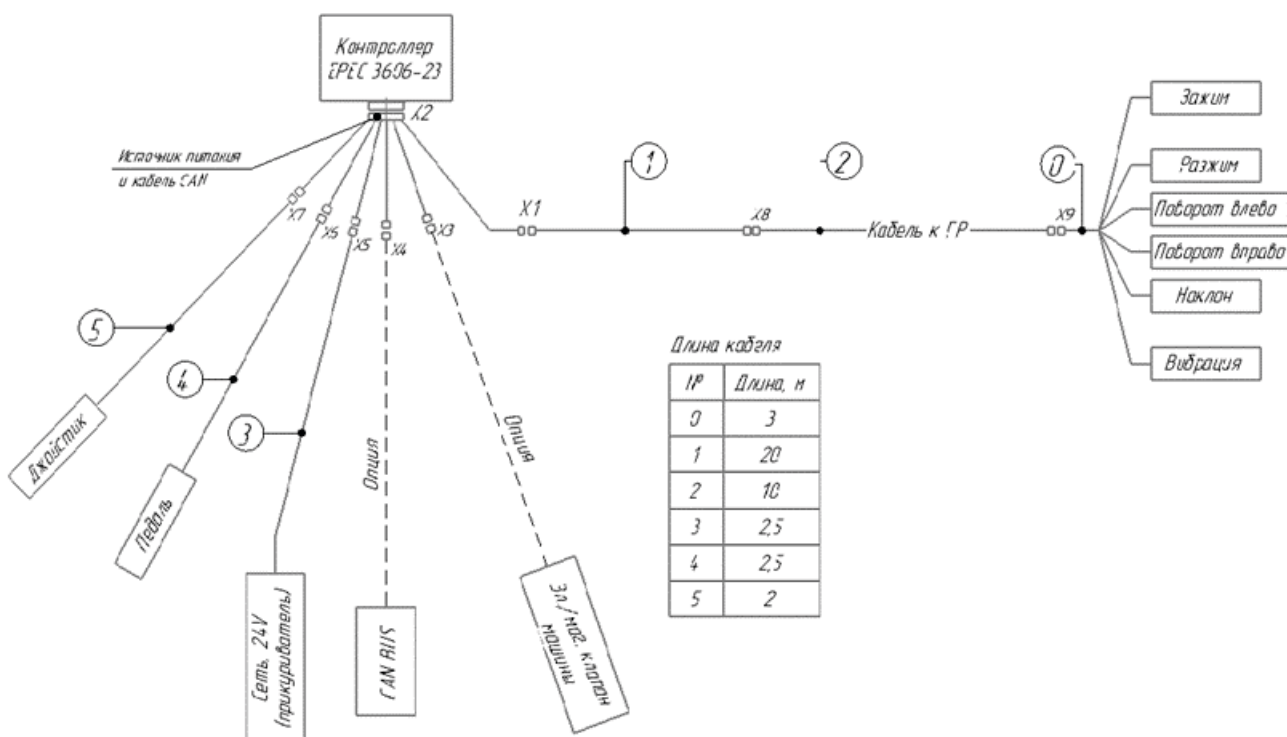

Рис. 10 Схема подключения системы управления
1. Смонтировать пулы управления/джойстик и расположить педаль на удобном для оператора месте. Разместить контроллер в месте, не создающем помех при работе оператора. Присоединить кабель (1) к контроллеру.
2. Присоединить кабель педали (4) к контроллеру порт в соответствии со схемой подключения рис. 10.
3. Присоединить кабель пульта/джойстика (5) к контроллеру порт в соответствии со схемой подключения рис. 10.
4. Смонтировать разъёмы (0) всех соленоидов на вибропогрузателе.